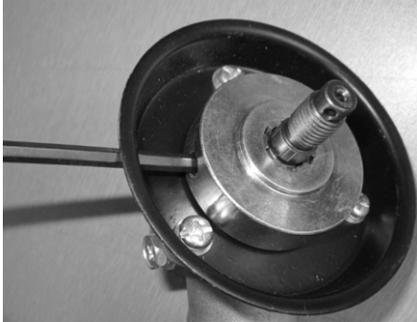

Fig.5
- 2) La clé Allen bloquant toujours la rotation de l'axe. (fig.5)